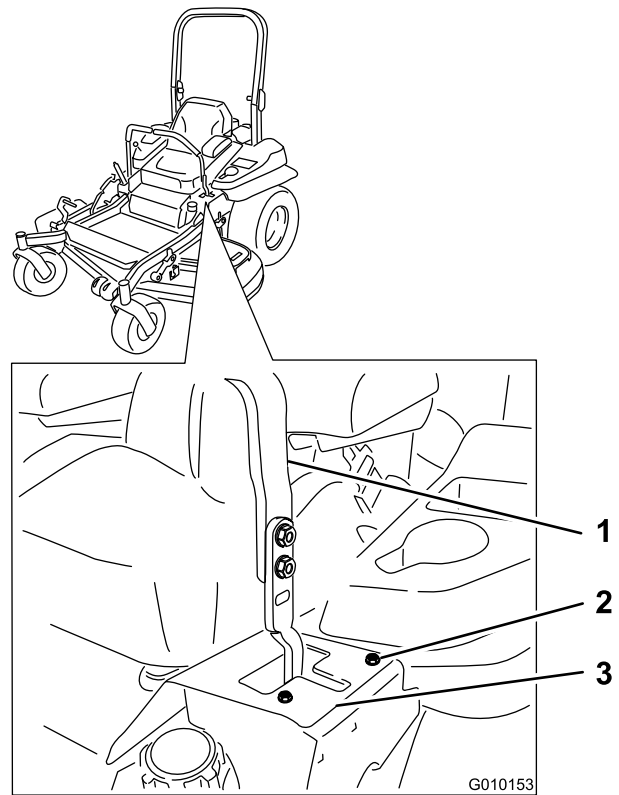

Figura 83
- Se a máquina virar para a direita, desaperte os parafusos e ajuste a placa do batente esquerdo para a ranhura em T esquerda até a máquina ficar a direito (Figura 83).
- Se a máquina virar para a esquerda, desaperte os parafusos e ajuste a placa do batente direito para a ranhura em T direita até a máquina ficar a direito (Figura 83).
8. Aperte a placa do batente (Figura 83).